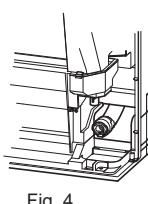

Fig. 4
- Bei Verlegen des Ablässrohres sicherstellen, daß der Ablauchschlauch (1) wie abgebildet verlegt wird. (Fig. 4)
- Kelchen (Fig. 4, 5). Achten Sie darauf, dass das Kupferrohr die in der Tabelle angegebenen Abmessungen einhält. Wählen Sie A mm aus der Tabelle in Übereinstimmung mit dem verwendeten Werkzeug.